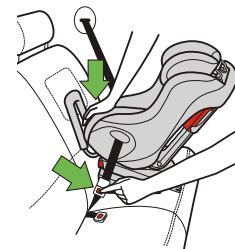

Figure 39
- Appuyez sur le centre du siège d'auto pour réduire la tension sur la ceinture du véhicule et faciliter le débouclage de la ceinture de sécurité du véhicule, tel qu'illustré dans la **Figure 39**.